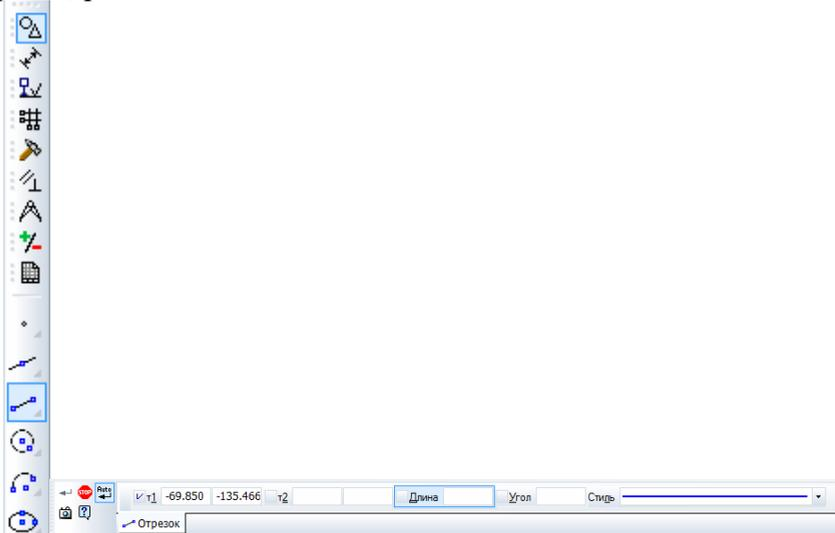

Рис. 1.1. Вкладка *Геометрия*
2. Щелкните на кнопке *отрезок* на панели инструментов *Геометрия*  – система перешла в режим построения отрезка, рис.1.1.